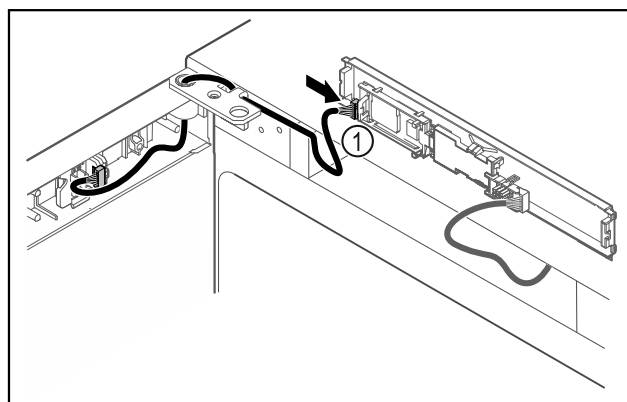

Fig. 42
- ▶ Dugja be a dugót Fig. 42 (1) a NYÁK-on.